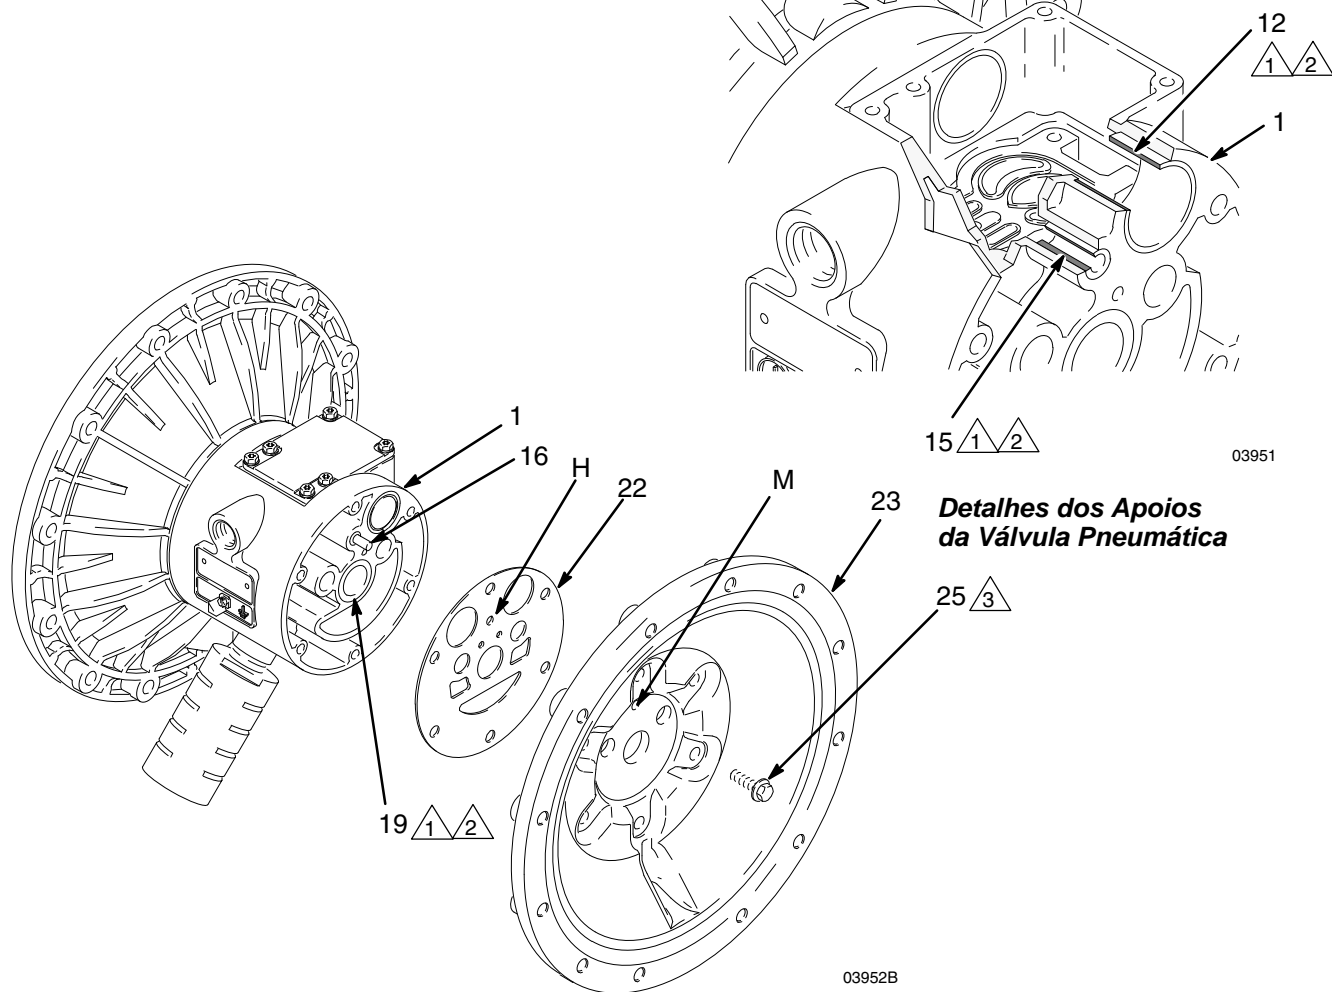

FIG. 13
- NOTA:** Se estiver a remover apenas o apoio do veio do diafragma (19), ignore o passo 4.
5. Utilizando uma chave de caixa de 10 mm, retire os parafusos (25) que prendem as tampas de ar (23) ao compartimento central (1). Consulte FIG. 13.
6. Remova as juntas da tampa de ar (22). Substitua sempre as juntas por novas.
7. Usar um extrator de rolamentos para remover o rolamentos do eixo do diafragma (19), dos rolamentos da válvula de ar (12) ou dos rolamentos pistão piloto (15). Não remova apoios não danificados.
1. Caso as tenha removido, instale as arruelas côncavas do veio (402\*) de modo a que os rebordos fiquem virados para **fora** do compartimento (1).
2. Os apoios (19, 12 e 15), são afunilados e só podem ser instalados de uma maneira. Insira os apoios no compartimento central (1), introduzindo primeiro a extremidade **afunilada**. Utilizando uma prensa ou um bloco e um maço de borracha, pressione o apoio de modo a que fique alinhado com a superfície do compartimento central.
4. Alinhe a nova junta da tampa de ar (22), de modo a que o pino piloto (16) que sai do compartimento central (1) entre no furo correto (H) da junta.
5. Alinhe a tampa de ar (23) para que o pistão piloto (16) caiba no furo do meio (M) dos três pequenos furos junto ao centro da tampa. Instale os parafusos (25), manualmente Consulte FIG. 13. Usando uma chave de caixa de 10 mm, aperte os parafusos opostamente e uniformemente a 120 a 150 pol.-lb (14 a 17 N•m).